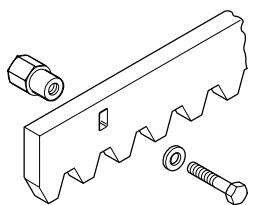

Fig. 12
5.4.1. CREMAGLIERA DI ACCIAIO A SALDARE (Fig. 12)